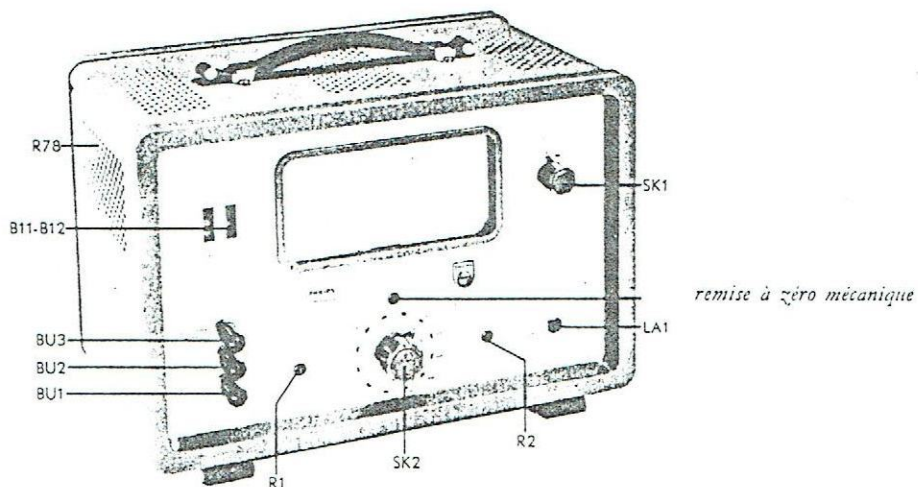

Fig. 3. Vue avant
- à l'aide de la douille „+” (BU1, fig. 3) au panneau avant, ou
4. Amener l'interrupteur secteur "0-~" (SK 1, fig. 3) en position „0”.
6. Contrôler si l'aiguille du microvoltmètre se trouve en zéro; au besoin, l'y mettre à l'aide de la vis noire montée sur le panneau avant de l'appareil, au dessus du commutateur de gammes de mesure (remise à zéro mécanique, (fig. 3).
Pour la fonction des boutons et des douilles, voir la fig. 3.